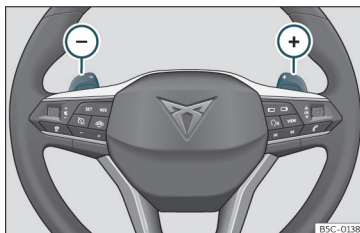

Abb. 146 Lenkrad: Hebel für Automatikgetriebe.
- Tippen Sie die Schaltwippe , um einen Gang hochzuschalten»» Abb. 146.